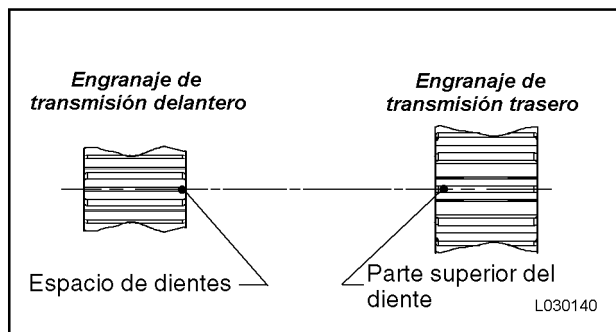

FIGURA 3-16. SINCRONIZACIÓN DE LOS ENGRANAJES DE LA BOMBA
NOTA: Para asegurarse de que la bomba de engranajes quede correctamente calibrada durante el ensamblaje, dibuje una marca en el extremo del eje de salida para indicar la ubicación del espacio entre cualquiera de los pares de dientes del engranaje. Consulte la Figura 3-16 que indica la calibración correcta del engranaje.
20. Instale el engranaje de transmisión trasero (1) y el engranaje intermedio (13). El engranaje de transmisión trasero se debe sincronizar con el engranaje de transmisión delantero. Esto se logra alineando un diente del engranaje de transmisión trasero con el valle de dos dientes del engranaje de transmisión delantero, como se muestra en la Figura 3-16.